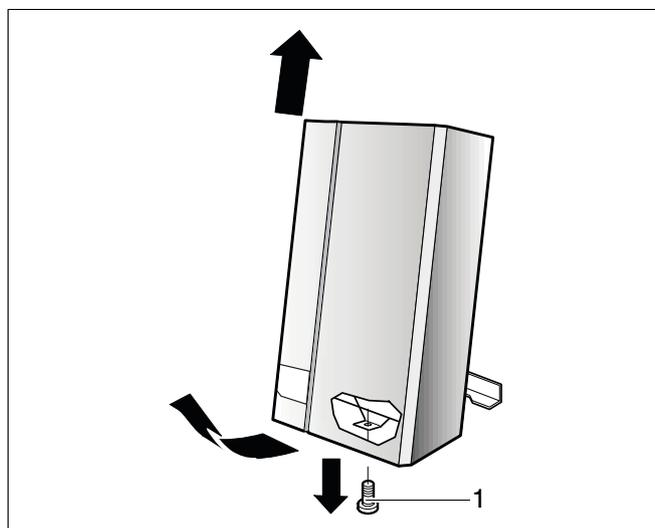

Fig. 5 Enlever l'habillage
- Dévisser la vis de fixation (fig. 5, pos. 1).